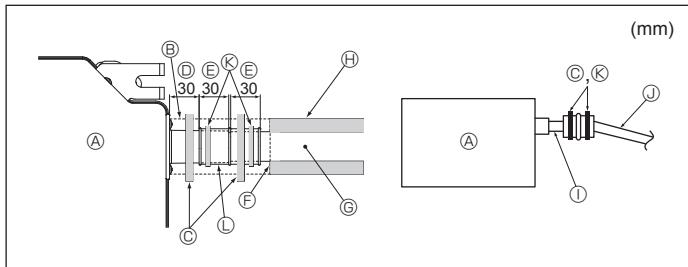

Fig. 6-2
- Sluit de aftapbus (meegeleverd met de unit) aan op de afvoeropening. (Fig. 6-2) (Bevestig de buis met behulp van PVC-plakband en zet deze stevig vast met behulp van een band.)